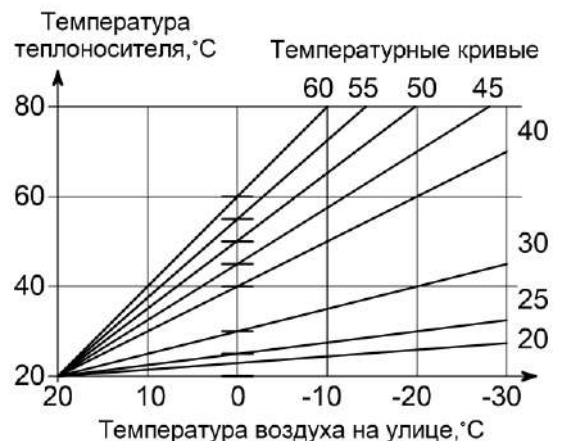
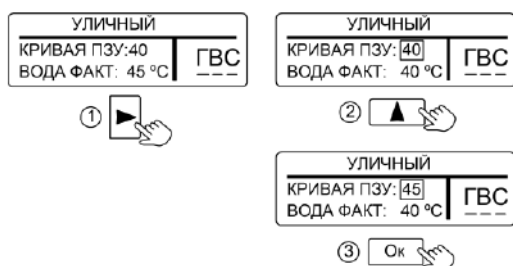

Рисунок 9. Зависимость температуры теплоносителя от температуры воздуха на улице
Рисунок 10. Настройка кривой ПЗУ
10.4 «УЛИЧНЫЙ» – режим поддержания температуры теплоносителя в зависимости от температуры воздуха на улице по одной из погодозависимых кривых (см. рис. 9). Датчик температуры воздуха (проводной или радиодатчик) устанавливается на улице. При отсутствии датчика температуры, возможно работа от данных получаемых с метеосервера (см. п. 11.1.8).
Для изменения заводской настройки нужно в соответствии с рис. 9 выбрать ту кривую, при которой в помещении станет комфортно. Если в помещении холодно - следует выбрать кривую с большим номиналом, если жарко - с меньшим. Чем больше величина теплотоперь здания, тем выше номер кривой. Изменение значения кривой ПЗУ показано на рис. 10.